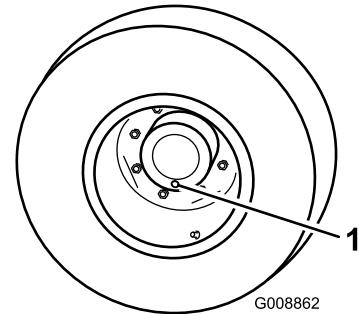

Bild 68
1. Stellen Sie die Maschine auf einer ebenen Fläche ab und positionieren Sie das Rad so, dass sich eine der Prüfschrauben in der untersten Stellung (6 Uhr) befindet (Bild 68).